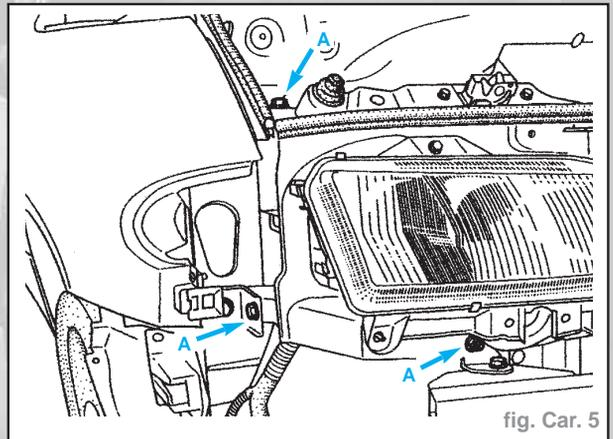

fig. Car. 5
- Déposer les six vis (A) de fixation de la tôle porte-phare (fig. Car. 5).